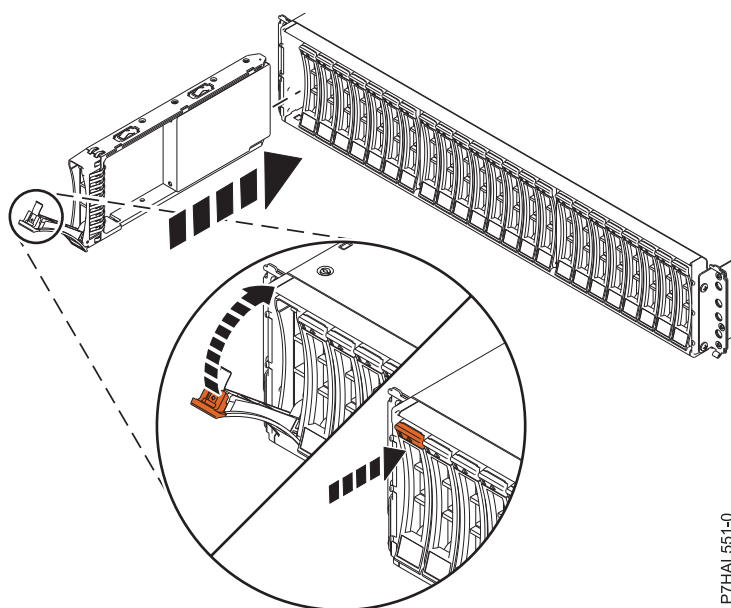

Figura 4. Instal·lació o substitució de la unitat de disc a allotjament d'unitats de disc 5887
2. Amb la nansa en posició desbloquejada, tal com es mostra a Figura 4, aguanteu la part inferior de la unitat mentre l'alineeu amb les guies a l'allotjament de la unitat.
4. Bloquegeu la unitat fent girar la nansa del compartiment (A) en la direcció que es mostra a Figura 4.